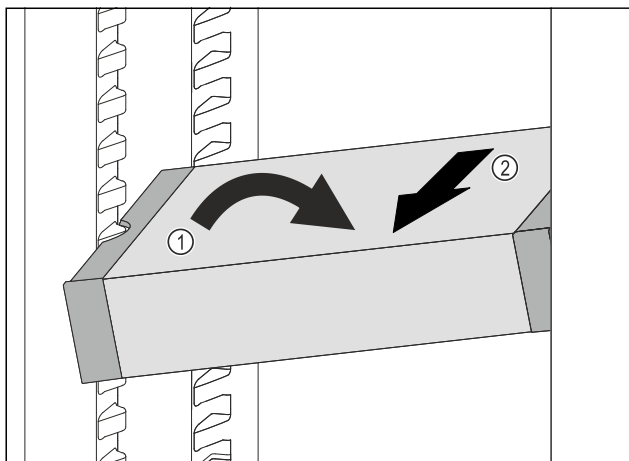

Fig. 124
- Predal VarioSafe postavite v hladilniku postrani. Fig. 124 (1)
- Predal VarioSafe izvalcite v smeri naprej. Fig. 124 (2)